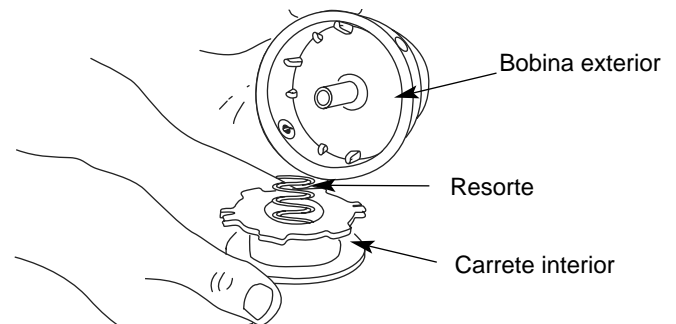

Fig. 13
3. Saque el carrete interior de la bobina exterior (Fig. 13).
4. Saque el resorte del carrete interior (Fig. 13).
2. Saque el carrete interior viejo de la bobina exterior (Fig. 13).
3. Saque el resorte del carrete interior viejo (Fig. 13).